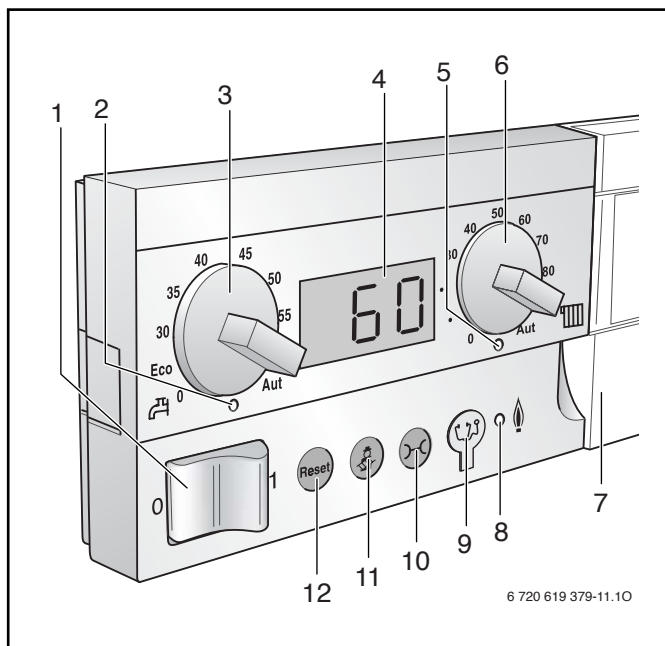

Figura 19 Elementi di visualizzazione e di servizio sul regolatore di base Logamatic BC10
Il regolatore di base Logamatic BC10 (→ figura 19) è l'unità di servizio di base unitaria di ogni caldaia con il sistema di regolazione Logamatic EMS.
Il regolatore Logamatic BC10 comprende tutti gli elementi necessari per l'azionamento dell'impianto di riscaldamento. Inoltre, sul regolatore Logamatic BC10 si trova un alloggiamento per l'unità di servizio RC35 con cui sono disponibili ulteriori funzioni di una comoda regolazione (→ figura 19, [7]).
- Accensione e spegnimento della caldaia e di tutti i moduli montati nella caldaia tramite un interruttore di esercizio (→ figura 19, [1])
- LED "Riscaldamento acqua calda sanitaria" (→ figura 19, [2])
- Impostazione temperatura acqua calda sanitaria (→ figura 19, [3])
- Indicazione stato e diagnosi guasti in un display LCD (→ figura 19, [4])
- LED "Richiesta calore acqua calda sanitaria e riscaldamento" (→ figura 19, [5])
- Limitazione di temperatura dell'acqua della caldaia (→ figura 19, [6])
- LED "Funzionamento bruciatore" (→ figura 19, [8])
- Presa di collegamento per spina per diagnostica per collegamento di un laptop (→ figura 19, [9])
- Tasto "Indicazione di stato" per commutare il display su diverse funzioni (→ figura 19, [10])
- Tasto "Spazzacamino" per test fumi ed esercizio manuale (→ figura 19, [11])
- L'esercizio di emergenza (solo per l'esercizio di riscaldamento) viene attivato premendo il tasto "Spazzacamino" (→ figura 19, [11]) per più secondi. L'esercizio di emergenza attivato è indicato dall'intermittenza dell'ultimo punto decimale dell'indicatore a 7 segmenti del display. In questa situazione vale la temperatura impostata dalla manopola dell'acqua della caldaia.
- Tasto "Reset" per l'eliminazione del guasto del bruciatore in presenza di guasti bloccanti (→ figura 19, [12])